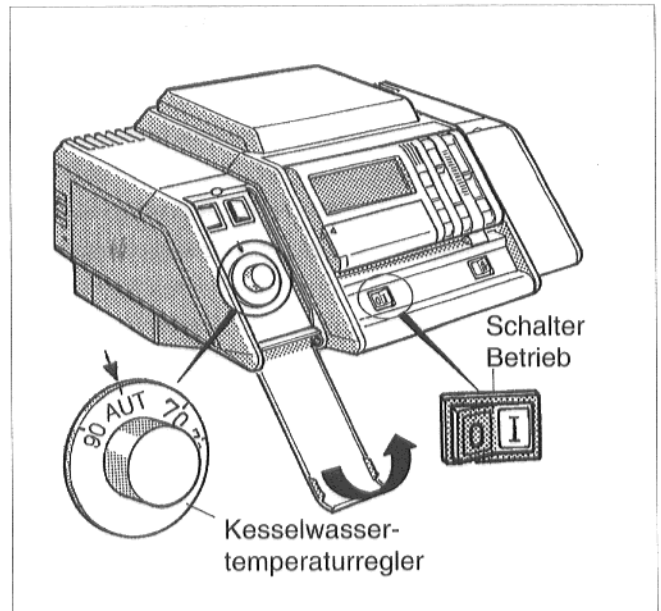

Abb. 37
- Klappe links am Regelgerät nach unten öffnen (Abb. 37).
- Schalter Betrieb in Stellung I (EIN) stellen (Abb. 37).
- Kesselwassertemperaturregler für "Ecomatic"-Betrieb auf "AUT" stellen. Wird ein manueller Betrieb gefahren ist der Kesselwassertemperaturregler auf die gewünschte Kesselwassertemperatur einzustellen (Abb. 37).
- Linke Klappe schließen (Abb. 37).
- Schalter Betrieb (Abb. 37) in Stellung 0 (AUS) stellen.